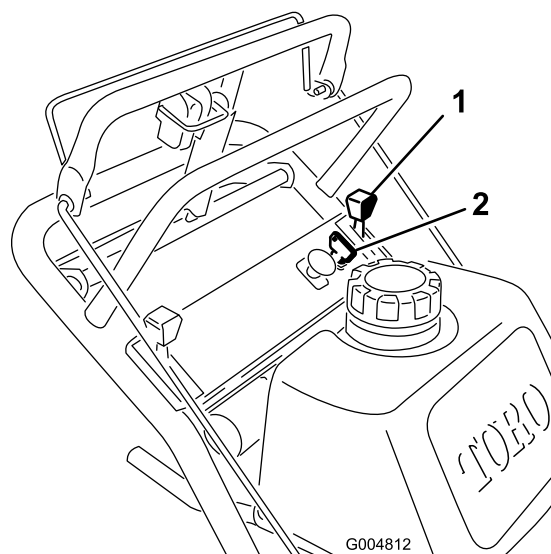

Figura 15
1. Mueva la palanca del acelerador a la posición **Lento** (Figura 15).
3. Gire la llave de contacto a **Desconectado** (Figura 15).